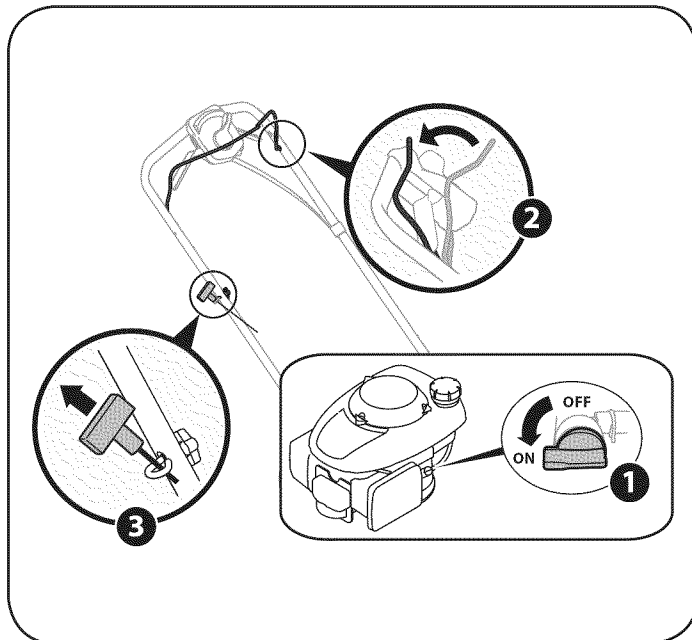

Figura 15
1. Coloque la palanca de la válvula de combustible (de ser equipado) en el lado izquierdo del motor en la posición de ON. Vea el inserto de la Figura 15.
3. Sostenga firmemente las dos manijas juntas, tome la manija del arrancador de retroceso y tire de la cuerda para sacarla con un movimiento rápido y continuo. Vea la Figura 15. Mantenga firme la manija del arrancador, deje que la cuerda regrese lentamente al arrancador. Repita hasta que el motor esté en marcha. Deje que la cuerda se enrosque lentamente de regreso.